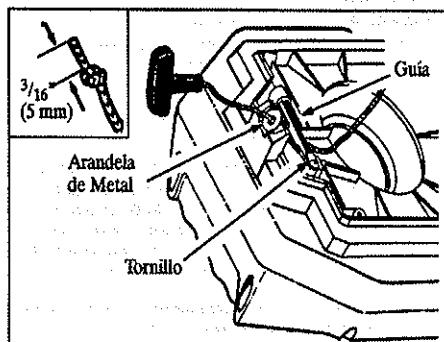

Figura 17
- Introduzca una punta de la soga por la manija y fíjela con un nudo. Deje un rabo de 5 mm (3/16") detrás del nudo. Figura 17 (inserción).
- Pase la otra punta de la soga por la arandela de metal y luego por debajo de la Guía. Figura 17.